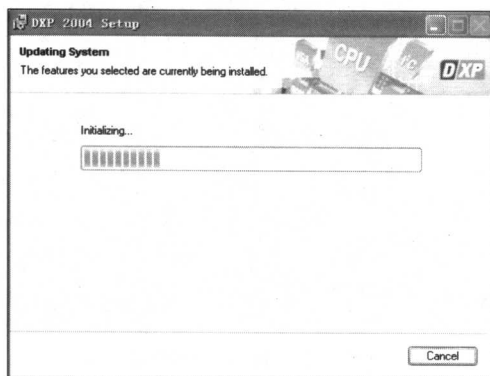

图 1-10 安装向导第 6 步
► 步骤 12: 现在安装的前期工作都已经准备好了, 单击 **Next >** 按钮即可进入 Protel DXP 2004 的安装, 此时系统弹出如图 1-10 所示的对话框。